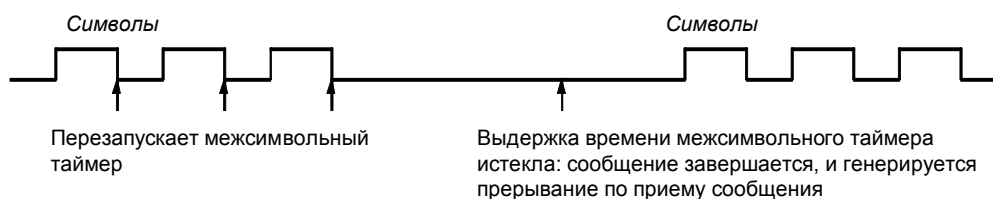

Рис. 6–12. Использование межсимвольного таймера для завершения команды приема
3. **Таймер сообщения:** Таймер сообщения завершает сообщение через определенное время после его начала. Таймер сообщения запускается, как только выполнено начальное условие или условия для функции приема сообщений. Таймер сообщения завершает отсчет времени по истечении количества миллисекунд, указанных в SMW92 или SMW192. См. рис. 6–13.